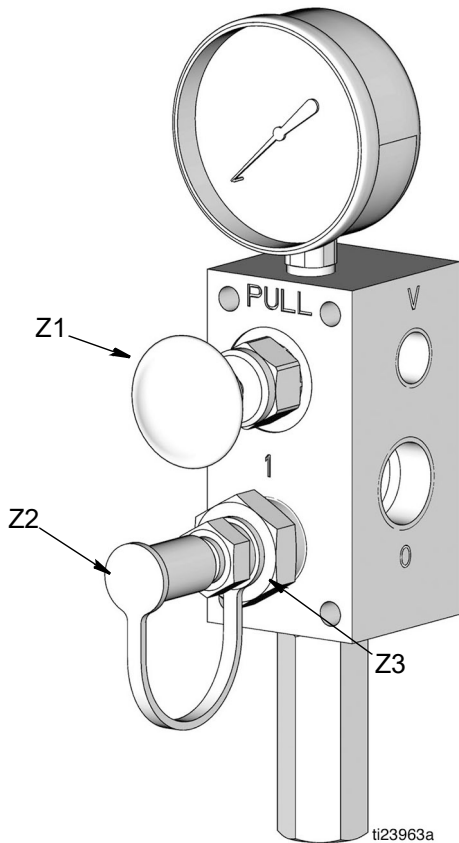

図 18
3. 充填カプラー (Z3) から黄色いダストカバー (Z2) を取り外します (図 18)。
4. リモート充填ステーションポンプ (P) と「I」のマークの付いている充填カプラー (Z3) ポートのために補充ライン (AA) を接続してください (図 18)。
5. リモート充填ステーションポンプ (P) を始動させて下さい。
6. リザーバー (K) が充填されている場合 :
- リモート充填ステーションポンプ (P) は失速 (空打ち) し、